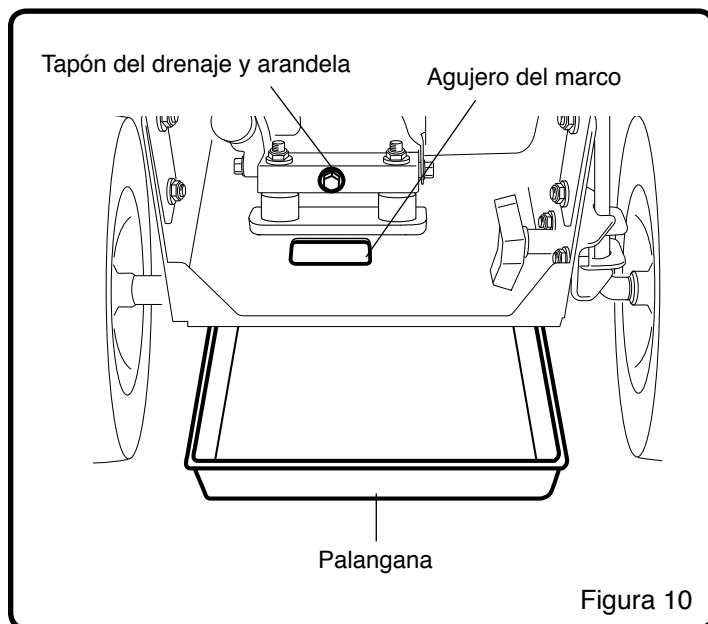

Figura 10
NOTA: Consultar la figura 10 al seguir los pasos enumerados a continuación:
4. Insertar una palangana bajo la bordeadora, debajo del tapón de drenaje del aceite y del agujero del marco. (Véase la figura 10)